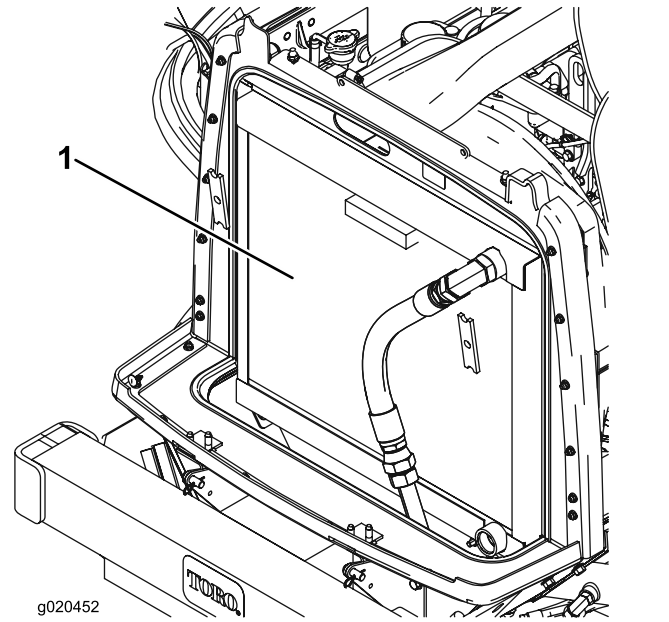

Bild 95
3. Reinigen Sie beide Seiten des Kühlers bzw. Ölkühlers gründlich mit Druckluft (**Bild 95**).